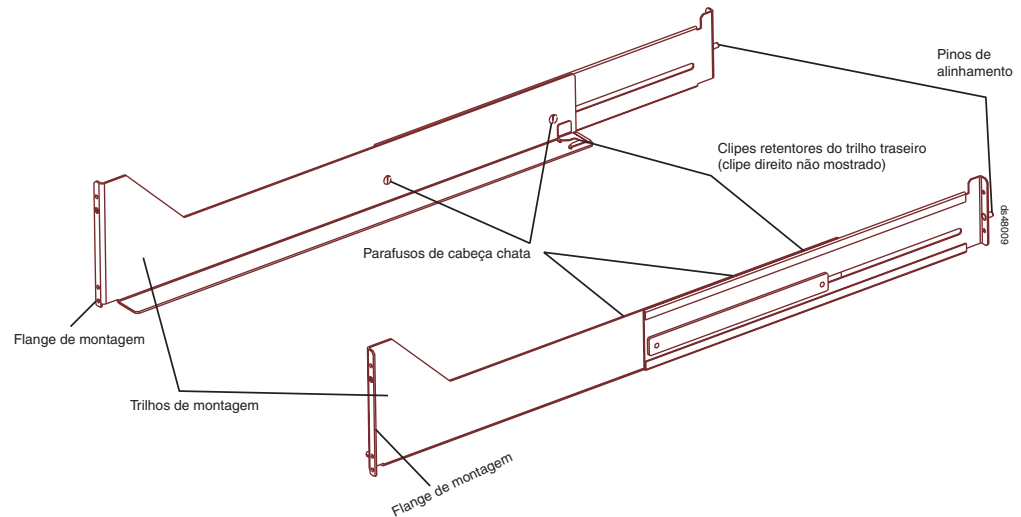

Figura 15. Montagem do Trilho de Suporte do DS5100 e DS5300
A Figura 15 mostra a montagem do trilho de suporte para o DS5100 e DS5300.
Nota: Consulte a Figura 15 ao executar essas tarefas.
6. Começando com o trilho esquerdo, utilize uma chave de fenda média de cabeça chata para soltar os dois parafusos de cabeça chata para ajuste do trilho. Consulte a Figura 15 na página 43.
Atenção: Ao deslizar o subsistema de armazenamento para dentro do gabinete, verifique se a parte traseira do DS5100 e DS5300 está presa pelos cliques de segurança localizados na parte traseira de cada trilho. Com os parafusos de trilho M5 apertados sem fixar, é possível fazer pequenos ajustes nos trilhos para assegurar que o subsistema trave nos cliques de segurança. Os cliques de segurança são mostrados na Figura 15 na página 43.